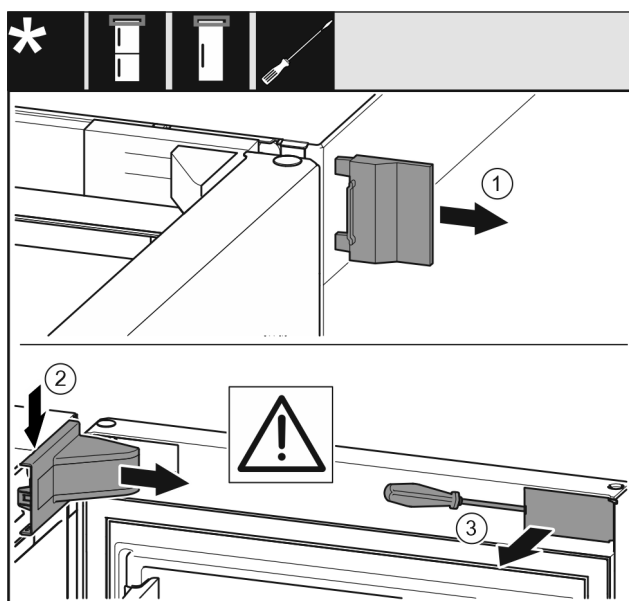

Fig. 12 \*
- Sejměte vnější kryt Fig. 12 (1)\*
- Kryt stojanu ložiska Fig. 12 (2) uvolněte ze západek a vyjměte.\*
- Plochým šroubovákem vyjměte záslepku Fig. 12 (3) a otočte ji ke straně.\*